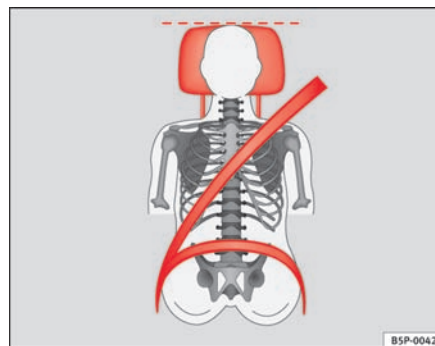

Fig. 12 Korrekt placering af sikkerhedssele og hovedstøtte set forfra
- Selens skulderdel skal sidde ca. midt på skulderen. Sikkerhedsselen skal sidde fladt og tæt ind til overkroppen ⇒ **side 22, fig. 12.**